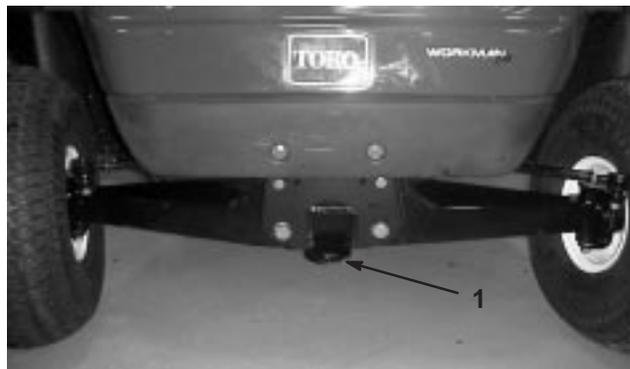

Figure 24
2. Accrochez un câble de remorquage à la flèche d'attelage à l'avant du châssis (Fig. 24).